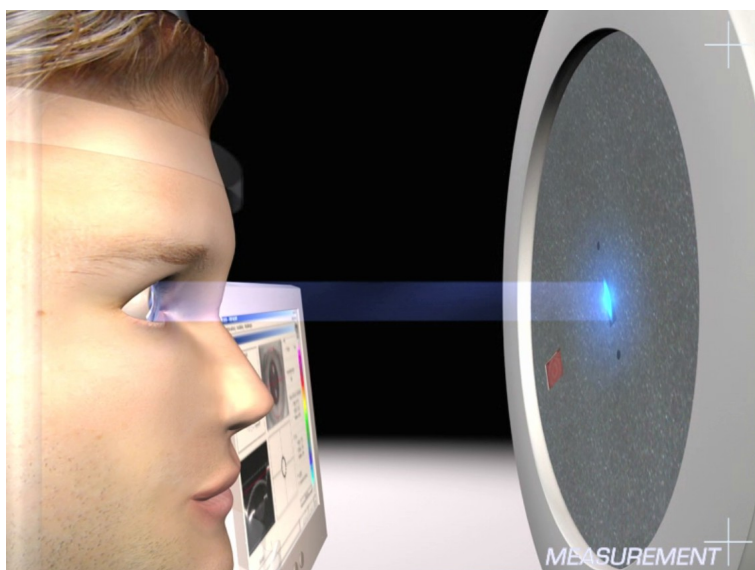

Fig.10: Luz de hendidura en la córnea
8. Mire el ojo del paciente que vaya a examinar desde el lateral y asegúrese de que la luz de hendidura azul ilumine la córnea (véase Fig. 10, página 32).